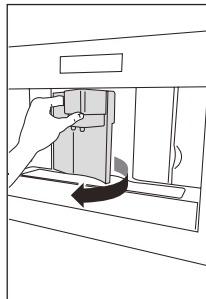
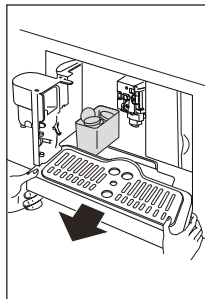

Fig. 23
Fig. 24
- Ouvrir la porte de service sur l'avant de l'appareil (Fig. 23), extraire l'égouttoir (Fig. 24) et le nettoyer.